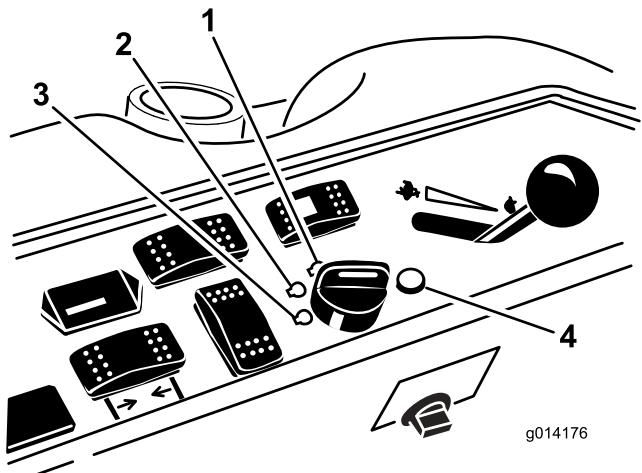

図10
- キーをRUN位置に回す(図10)。
- キーをOFF位置に回す(図10)。すべての部分が完全に停止してから運転席を立つ。